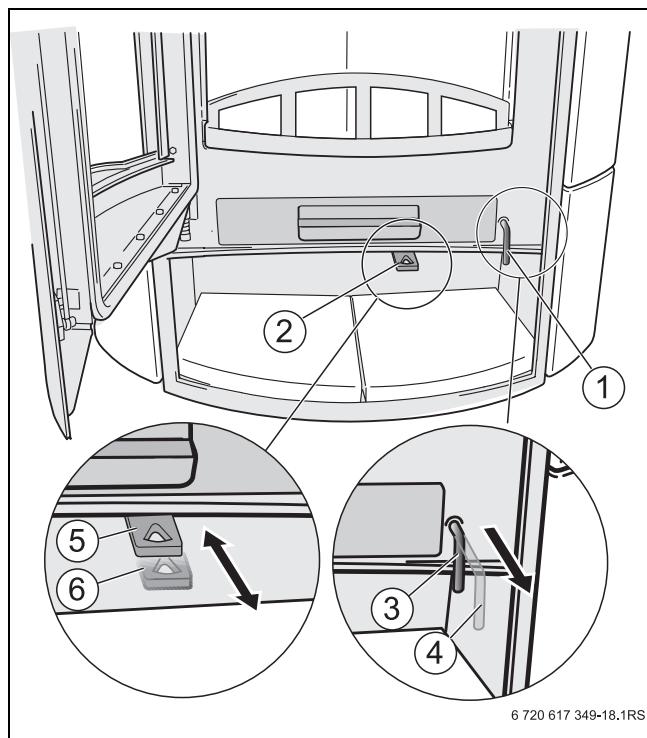

Fig. 22 Leve della presa d'aria comburente e della griglia a vibrazione
La stufa a camino è dotata di due prese di aerazione per regolare l'immissione di aria comburente (→ fig. 22, pag. 18):
- La leva della griglia a vibrazione (→ fig. 22, [1]) serve per regolare l'alimentazione dell'aria primaria (adduzione dell'aria comburente) mediante la modifica della sezione della presa d'aria primaria nella griglia a vibrazione.
- La leva della presa d'aria comburente (→ fig. 22, [2]) serve per regolare l'aria primaria, secondaria e di risciacquo del vetro.